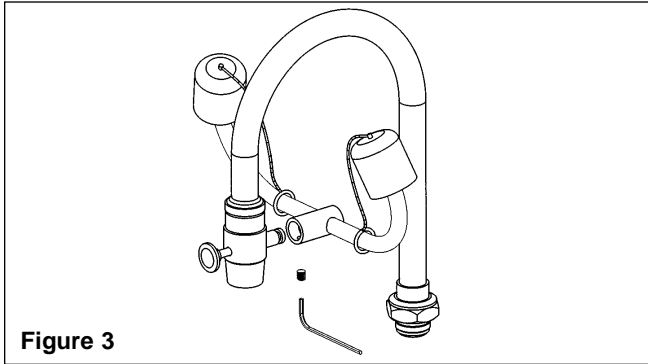

Figure 3
1. Dévisser la vis CHC du guidon du lave-yeux à l'aide de la clé mâle fournie (voir Figure 3).